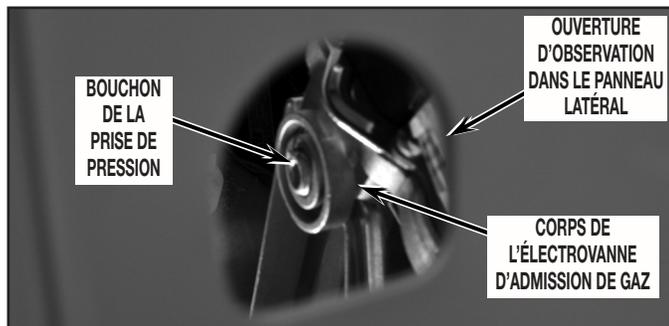

FIGURE 5
21. Observer à travers l'ouverture d'inspection dans le panneau latéral du côté droit; rechercher des indices de fuite (formation de bulles). Voir Figure 5.